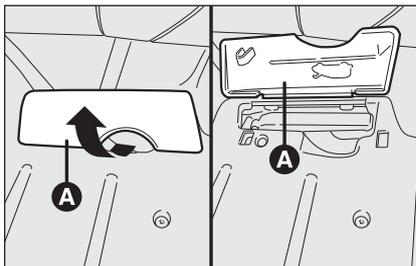

рис. 104
– поднимите защитную крышку **A-рис. 104** рычага, расположенного сбоку водительского сиденья;